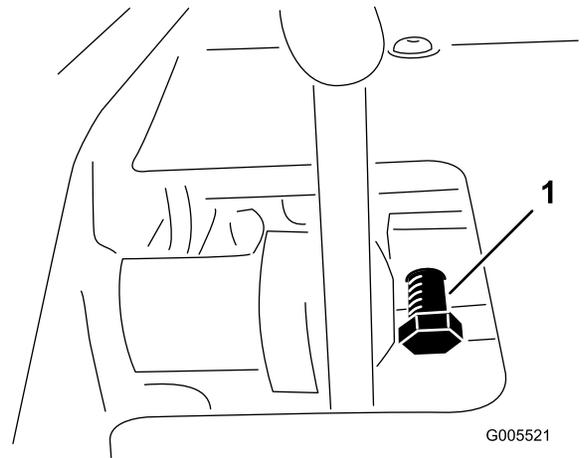

Bild 55
1. Lösen Sie die Klemmmutter an der Pedalsperreschraube (Bild 55).